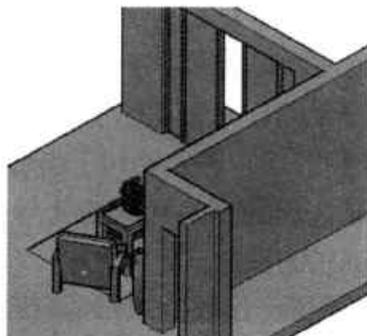

图11-18 客厅西北视图
- 西北等轴测 \nwarrow ：该视点是从西北方向以等轴测方式查看模型，如图11-18所示。